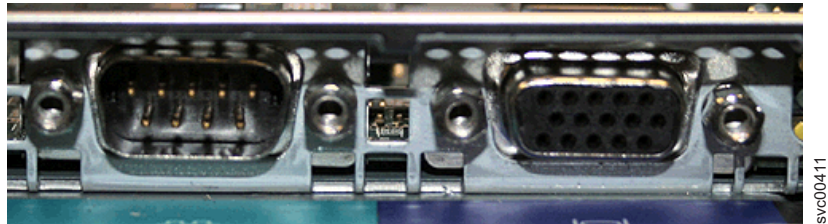

図 240. SAN ボリューム・コントローラー 2145-8G4 のシリアル・ポートとビデオ・ポート
17. ノードの後部で、シリアル・ポートとビデオ入出力ポートの横から 4 個の絶縁体ねじを取り外します。図 240 は、絶縁体ねじの位置を示しています。